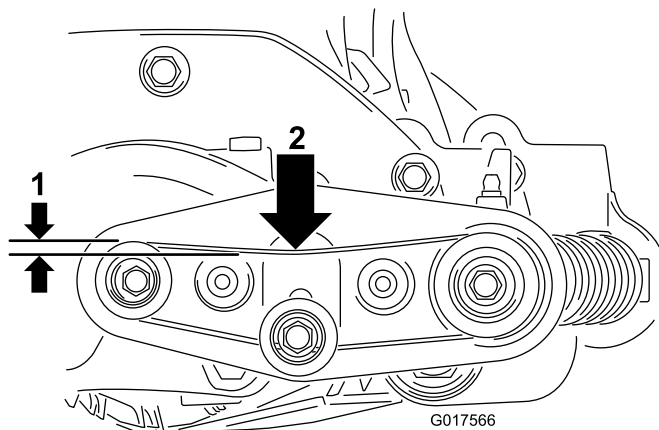

図 10
15. ブラシ駆動ベルトの張りを点検する。ベルトの中央部を 1kg 程度の力で押した時に 6mm 程度のたわみがでるのが適切である 図 10。